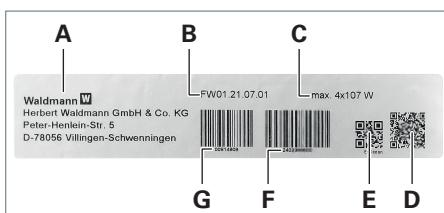

Fig. 28: Targhetta tubo verticale (esempio).
- Tubo verticale disponibile, a partire dal numero di serie 2402389800, vedere Fig. 28.